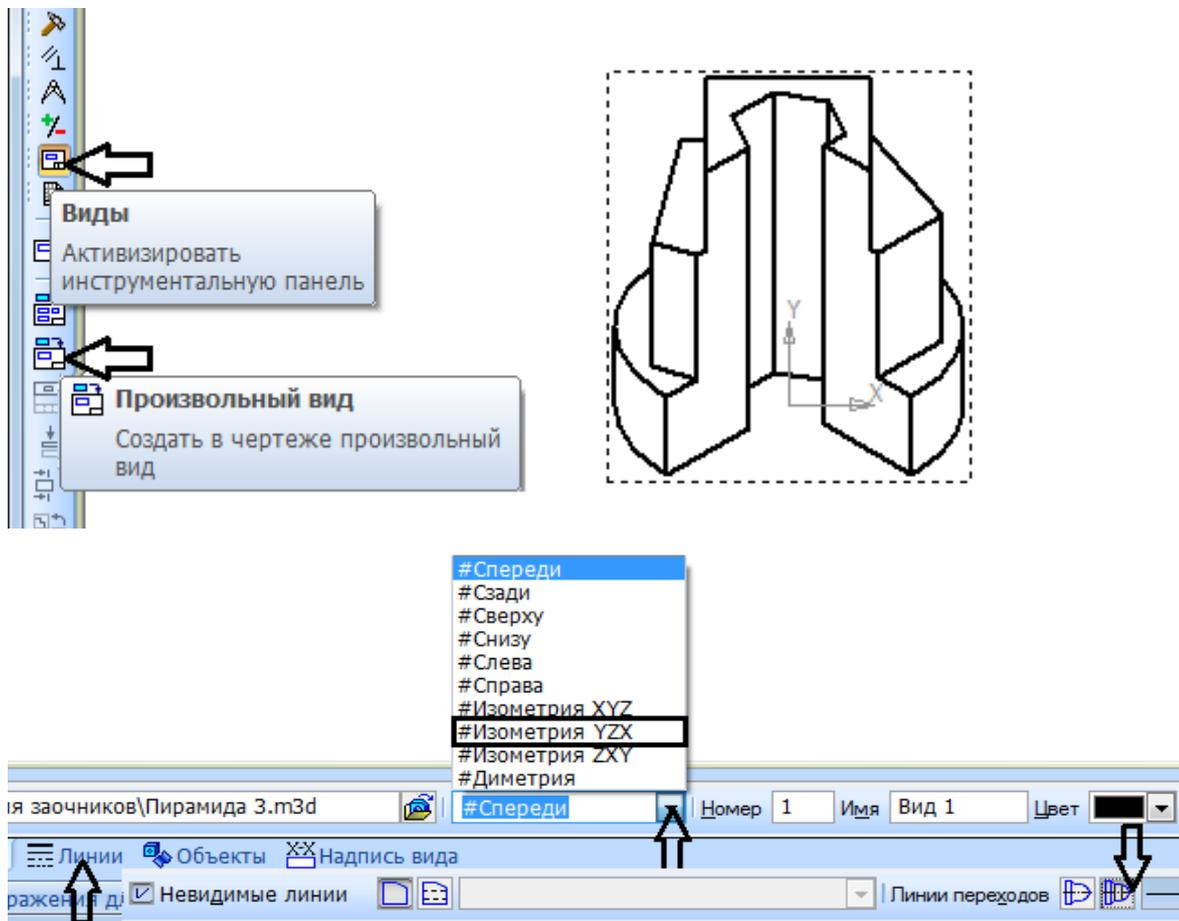

Рисунок 40.
20. На *Панели свойств* в списке *Ориентация вида* выбрать пункт *#Изометрия YZX*. На панели *Линии- Линии переходов* ставим *Показывать*. Зафиксируем фантом изометрии пирамиды в верхнем правом углу чертежа (рисунок 40).